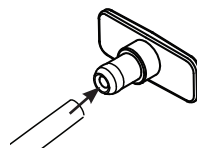

Figure 9
- Lorsque toute l'eau s'est écoulée, remettez le bouchon sur le tube. (Figure 9)
6. Une fois le rinçage terminé, reconnectez le tuyau de vidange au bouchon de vidange (figure 9) et, si vous avez un réservoir latéral, reconnectez le tuyau du réservoir latéral à la base du Side Tank (figure 4).